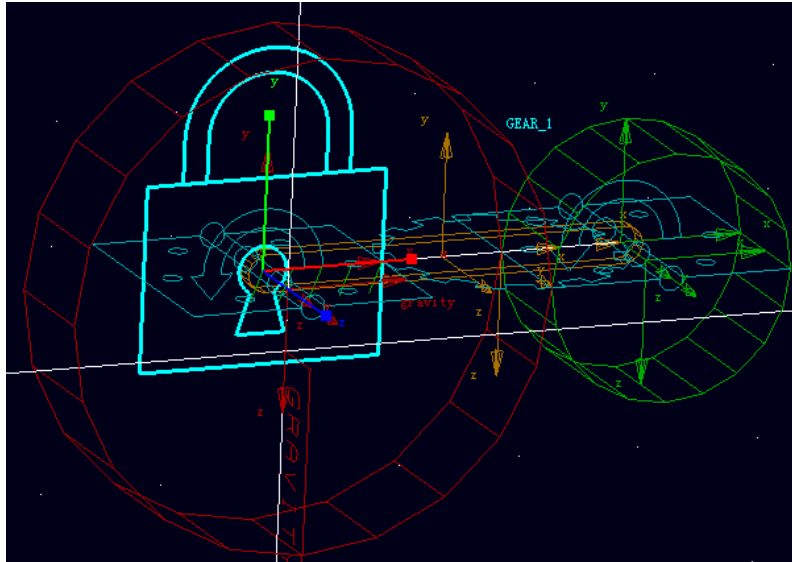

图 4-11 施加在固定齿轮上的固定副
4.7 选择 ADAMS/View 约束库中的固定副(Fixed)图标，参数选择 2 Bod-1 Loc 和 Normal To Grid。在 ADAMS/View 工作窗口中先用鼠标左键选择固定齿轮 (PART\_2)，然后选择机架 (ground)，接着选择齿轮上的 PART\_2.cm(或者 PART\_2.MARKER\_1)，如图 4-11 所示。图中显亮的部分就是所创建的固定副 (JOINT\_4)。